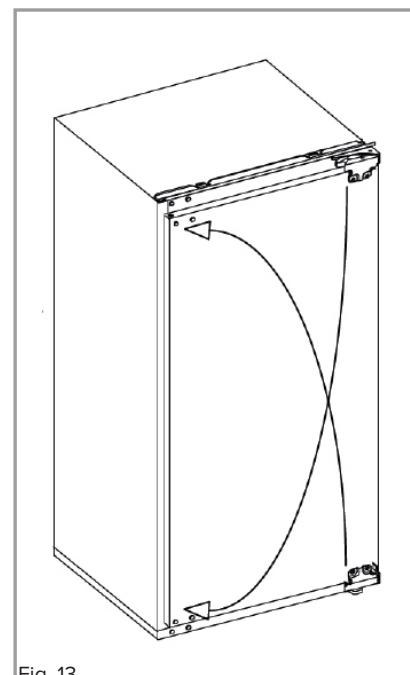

Fig. 13
6. Faites pivoter la charnière supérieure de 180 degrés et fixez la charnière dans le coin diagonal opposé du meuble, comme indiqué sur la figure 13